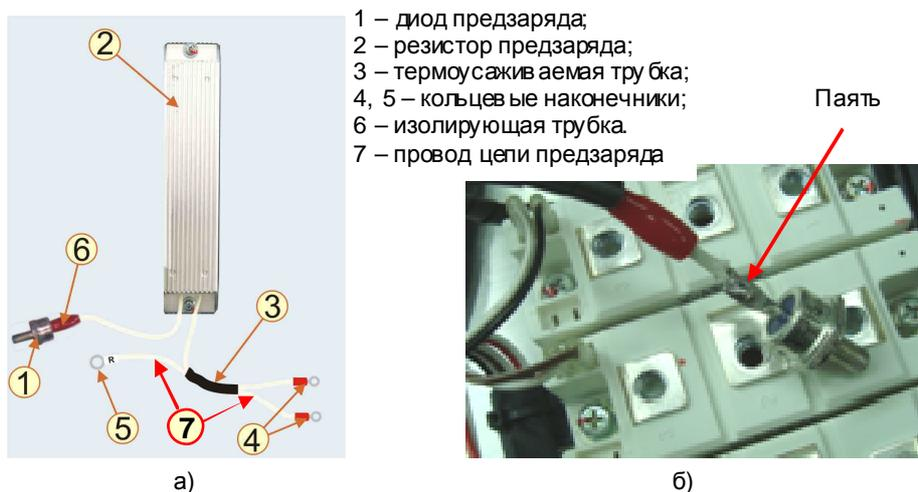

Рис. 7.7.
7.4.1. Зачистить концы проводов резистора предзаряда (рис. 7.7а).
7.4.2. Облудить и соединить пайкой один из проводов резистора предзаряда 2 с катодом диода предзаряда 1 (рис. 7.7а). Надеть на место пайки изолирующую трубку 6.
7.4.4. К второму проводу резистора приложить провод цепи предзаряда (для соединения клеммы R с клеммой TB1 платы управления тиристорами), поз.7 на рис. 7.7а. На эти два провода надеть отрезок термоусаживаемой трубки и прогреть ее для усадки.
Допускается вместо термоусаживаемой трубки (рис. 7.7) использовать 2 стяжки.